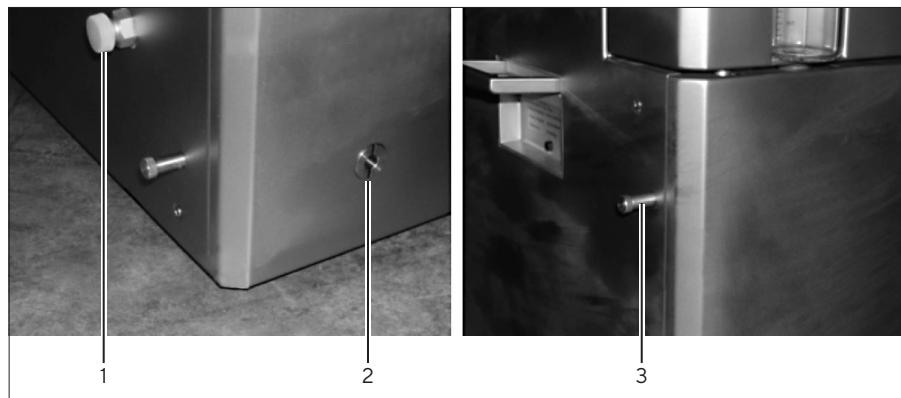

Abb.10: HTF-Ablassventil und Dichtschrauben des Cryopilot A
- Stellen Sie sicher, dass das Ablassventil geschlossen ist (drehen Sie es im Uhrzeigersinn in die senkrechte Stellung und verschließen Sie die untere Dichtschraube seitlich am Cryopilot A, wie in Abbildung 10 dargestellt).